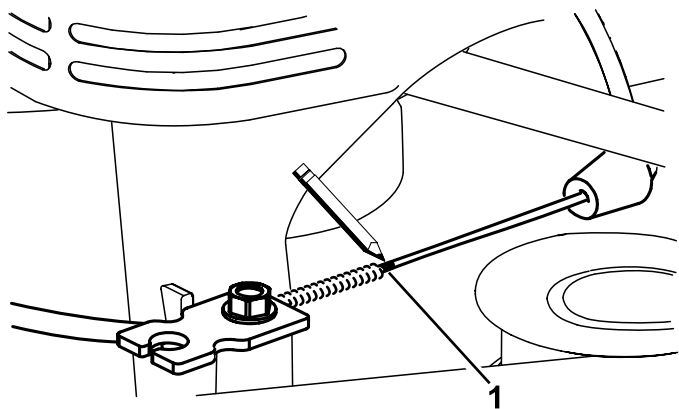
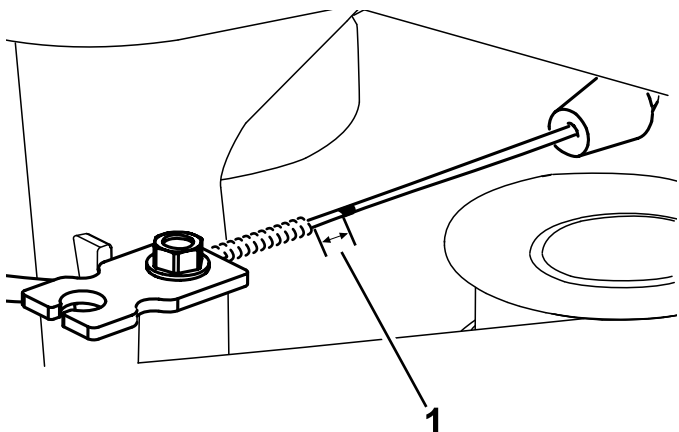

Figure 45
Figure 46
7. Marquez le câble de frein (Figure 45), puis ajustez la gaine jusqu'à obtention d'un mou de 11 mm (Figure 46).